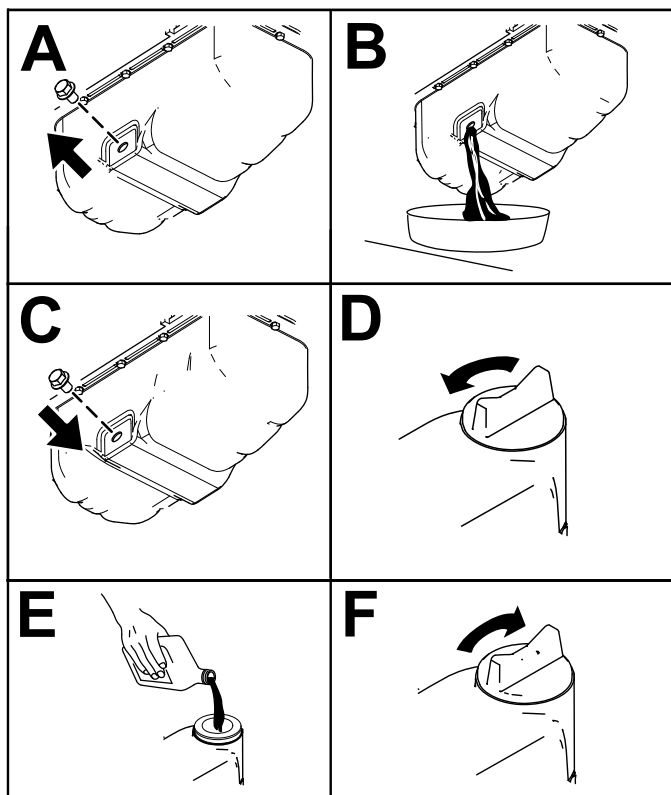

Bild 49
3. Wechseln Sie das Motoröl wie in Bild 49 gezeigt.